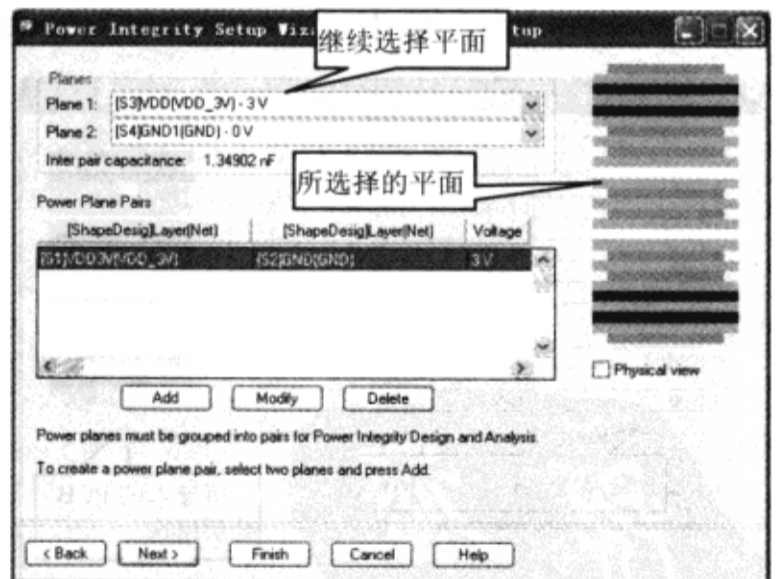

图 8-8-22 为平面对选择平面
(4) 在“Planes”区域做如下设置: 在“Plane 1”的下拉菜单中选择电压平面“[S3]VDD(VDD\_3V)-3V”; 在“Plane 2”下拉菜单中选择“[S4]GND1(GND)-0V”, 如图 8-8-22 所示。